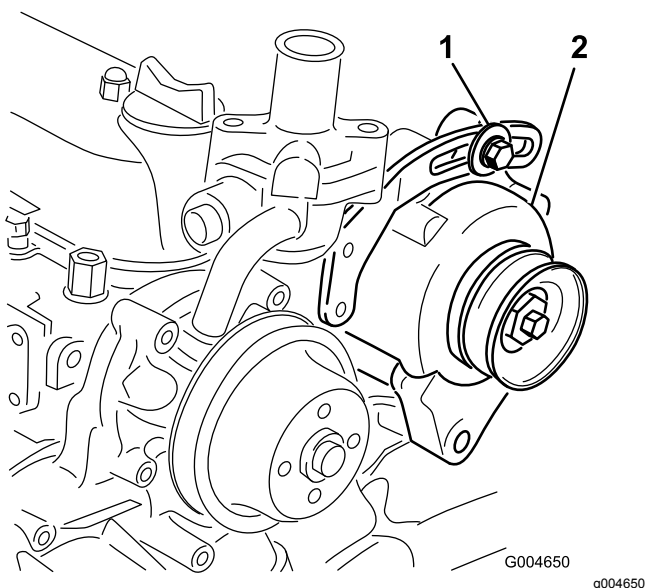

Рисунок 38
2. Если прогиб не равен 10 мм, ослабьте болты крепления генератора (Рисунок 38).